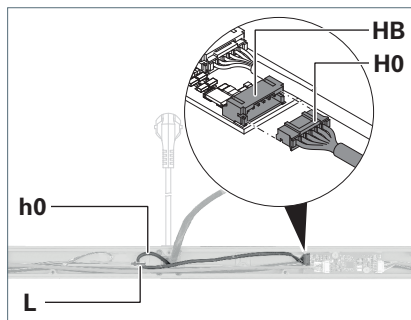

Fig. 8: Collegare la linea di comando .
1. Posare la linea di comando **h0** dal tubo verticale in una curva nella traversa, vedere Fig. 8.